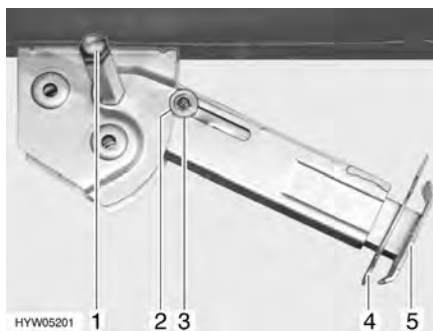

Bild 22 Stödben
- Placera hylsnyckeln på sexkanten (Bild 22,1) och vrid runt den tills stödbenet står rakt neråt.
- Drag ut sprinten (Bild 22,4) ur stödbensförlängningen (Bild 22,5).
- Placera hylsnyckeln på sexkanten (Bild 22,1) och vrid runt den tills stödbenet inte längre sitter mot marken.
- Skjut in stödbensförlängningen (Bild 22,5) helt och sätt in sprinten (Bild 22,4) i borrhålet på stödbensförlängningen.
- Vrid på sexkanten (Bild 22,1) med hylsnyckeln tills stödbenet har svängts upp och styrbrickan (Bild 22,3) befinner sig längst upp i skåran (Bild 22,2).